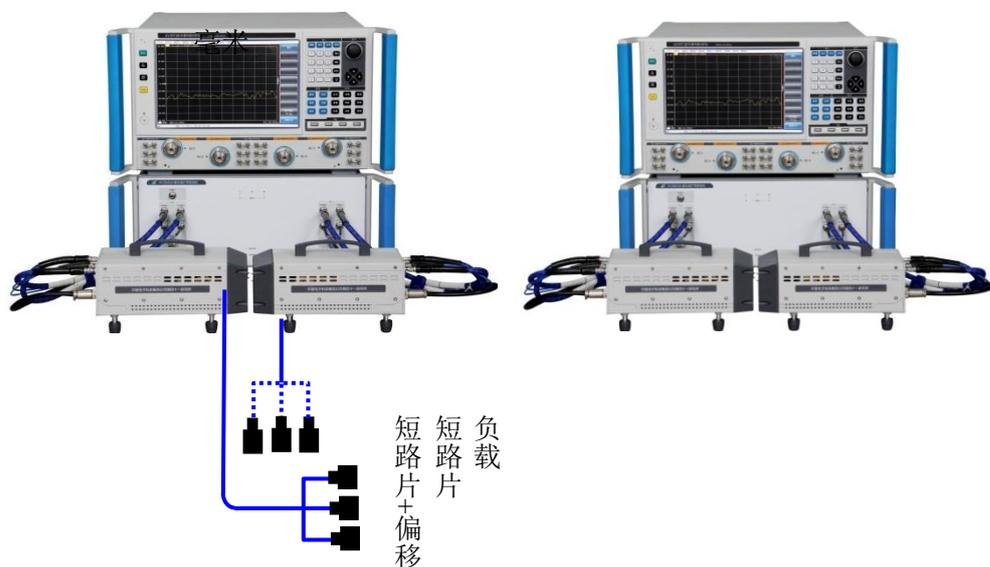

图 9-5 有效负载匹配和传输跟踪测试框图一 图 9-6 有效负载匹配和传输跟踪测试框图二
- 1) 如图 9-5 所示连接系统，预热 30 分钟以上。
- 3) 按照仪器提示如图 9-5 和图 9-6 所示连接完成端口 1 和端口 2 之间的全双端口 SOLT 校准，校准顺序为先进进行反射校准，后进行直通校准。